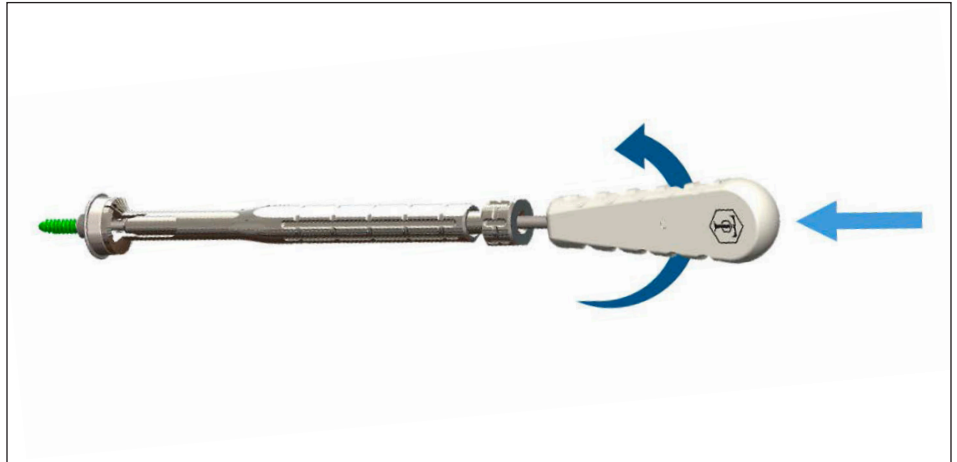

Fig. 36
**Paso 2:** Aplique presión hacia abajo con el destornillador de insertador de placa base [MWJ123] y gire el destornillador de insertador de placa base en sentido contrario al de las agujas del reloj hasta que el tornillo salga y caiga (fig. 36).